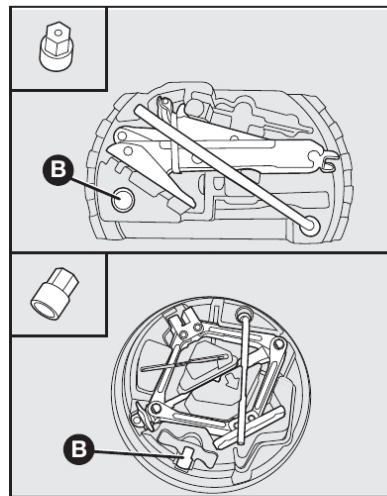

fig. 3
- Soltar as ferramentas, e remover o macaco fig. 3 de acordo com a versão do veículo puxando-o de sua sede.
- O porta-ferramentas possui uma sede própria B-fig. 3 para guardar a chave soquete antifurto de roda (quando disponível) detalhe - fig. 3.
- Retirar da sede específica no porta-ferramentas **B-fig. 3** a chave soquete detalhe-**fig. 3**, que destrava o mecanismo antifurto.